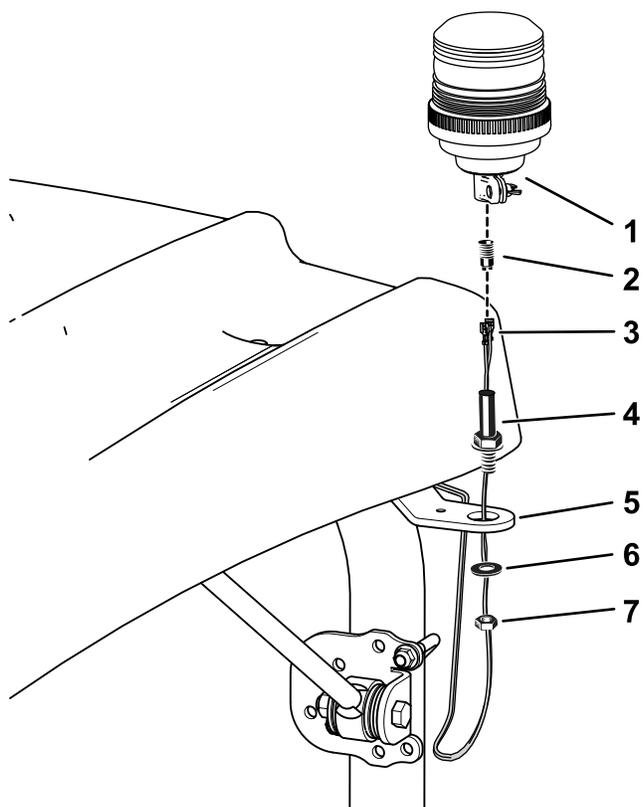

Figura 10
Nota: O conector do farol rotativo pode ser desenroscado da tomada do farol rotativo para ligação (Figura 10).
5. Monte o farol rotativo no suporte e instale o conjunto do farol rotativo como se mostra na Figura 10.